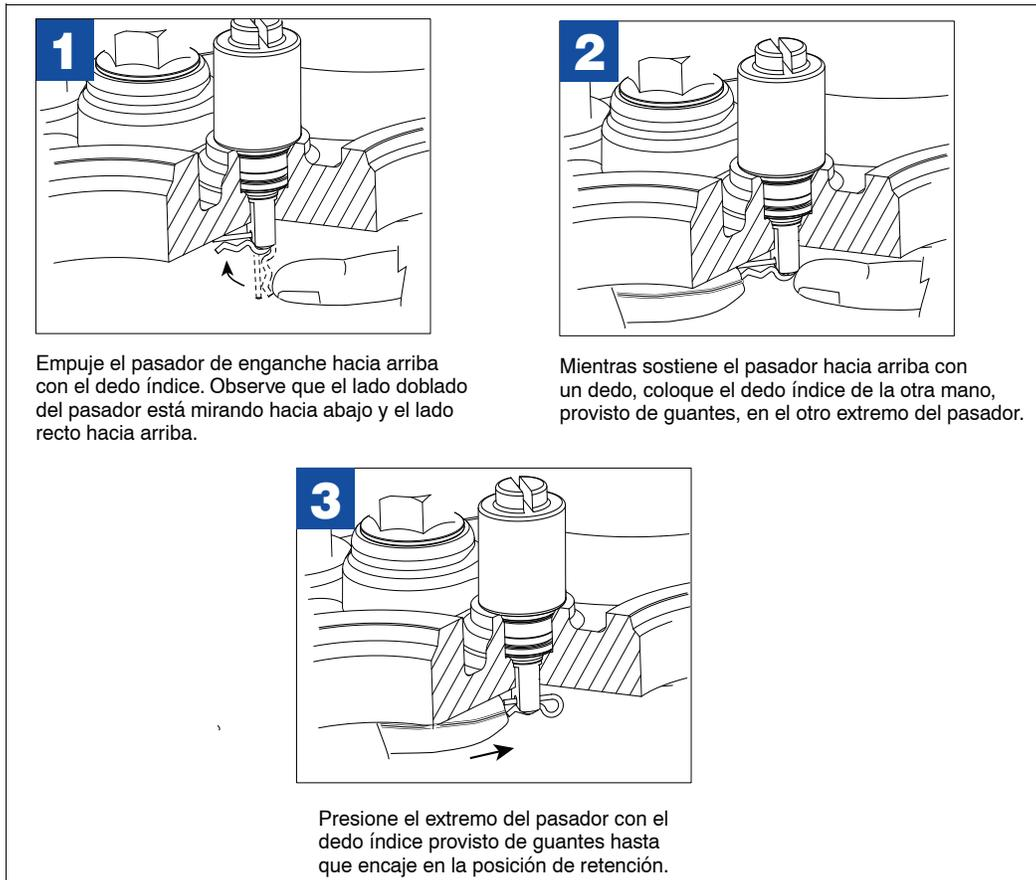

Figura 42. Instalación del pasador de enganche del tornillo purgador de aire en la posición de retención
9. Cuando se gire el tornillo en el sentido de las agujas del reloj totalmente hasta abajo, pero sin que esté apretado, presione el pasador de enganche con el dedo índice de una mano tal y como muestra el esquema 1 de la Figura 42.
10. Mientras sujeta el pasador de enganche con el dedo índice de una mano, coloque el dedo índice provisto de guantes de la otra mano contra el extremo del pasador tal y como se muestra en el esquema 2 de la Figura 42.
11. Presione el extremo del pasador con el dedo índice, usando guantes, hasta que encaje en la posición de retención tal y como se muestra en el esquema 3 de la Figura 42.